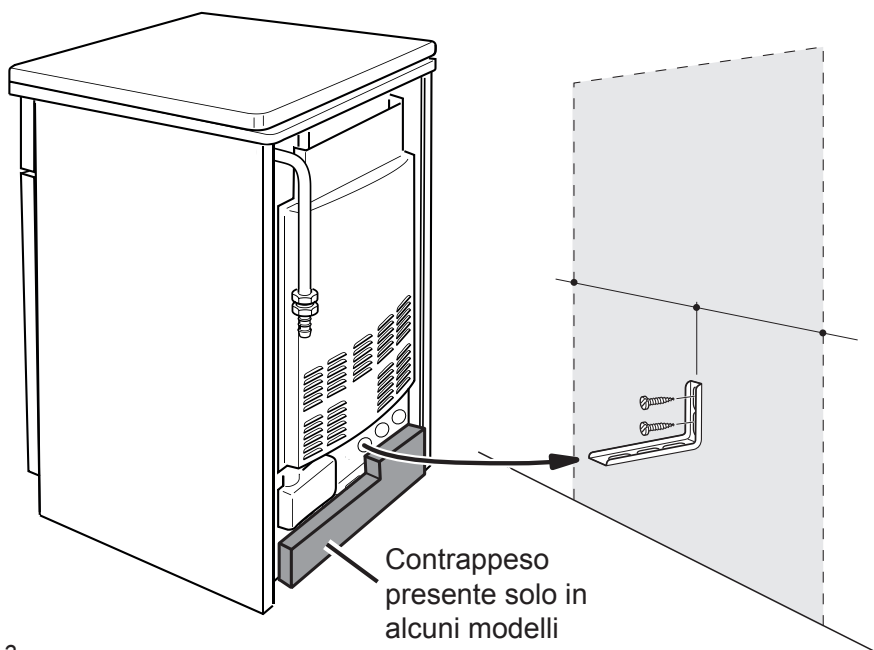

Fig. 6.3
4. Avvicinare la cucina alla parete e regolare l'altezza della staffa antiribaltamento in modo che possa inserirsi nella fessura sul retro della cucina, come mostrato in fig. 6.3.